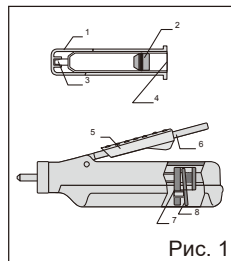

Рис. 1
8. Вивільнювач поршню (Рис. 1).